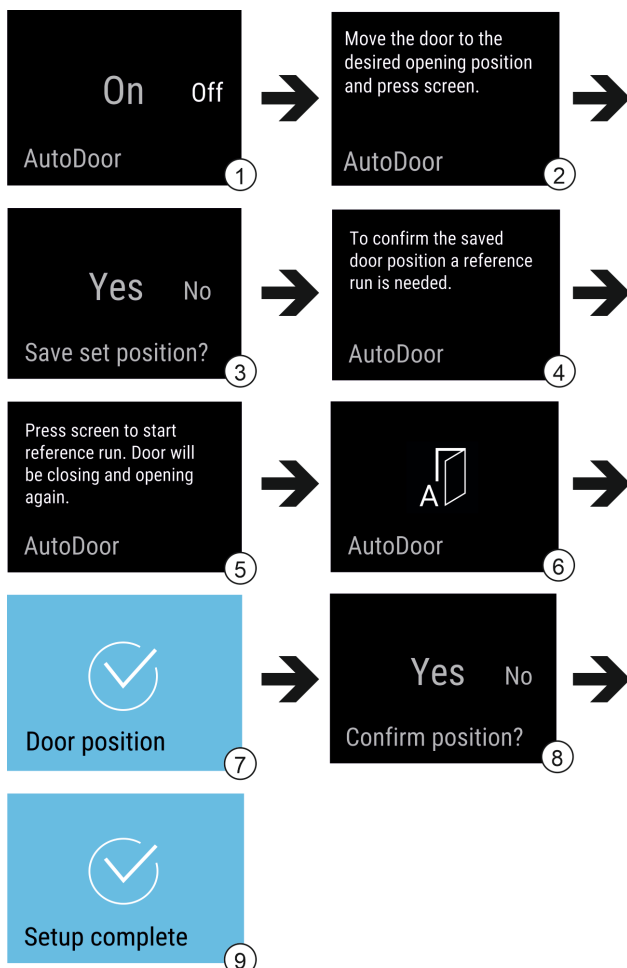

Fig. 13 Vejledende visning af visningerne på engelsk
- Aktivér AutoDoor: Skift visningen på displayet til On med en strygebevægelse. Fig. 13 (1)
- Tryk i 3 sekunder på displayet. Fig. 13 (1)
- Konfigurering af døråbningsvinklen: Åbn døren mindst 70°. Fig. 13 (2)
- Bekræftelse af døråbningsvinklen: Tryk på meldingen på displayet. Fig. 13 (3)
- Start af referencekørsel: Tryk på displayet. Fig. 13 (5)
- Displayet blinker. Fig. 13 (6)
- Referencekørslen blev udført korrekt: Displayet er blå i 2 sekunder. Fig. 13 (7)
- Bekræft døråbningsvinklen. Fig. 13 (8)
- Displayet bliver blå. Fig. 13 (9)